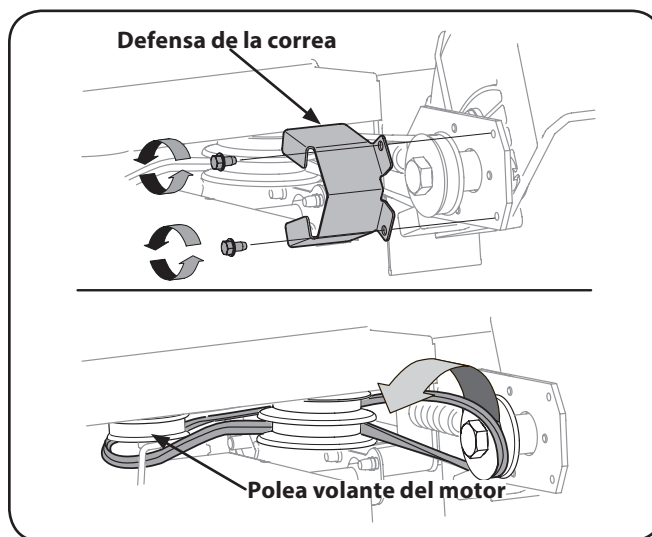

Figura 7-2
3. Retire la guarda de la correa de las poleas del husillo sacando los dos tornillos autoroscantes que la sujetan al montaje de la placa de la cuchilla. Vea la Figura 7-2.
4. Cuidadosamente retire la correa de las poleas, verificando una vez más la orientación de la correa. Descarte la correa. Vea la Figura 7-2.
NOTA: Asegúrese de que el lado "V" de la correa está asentado sobre la polea superior y que el lado plano de la correa está asentado sobre la polea inferior. Vea la Figura 7-2.